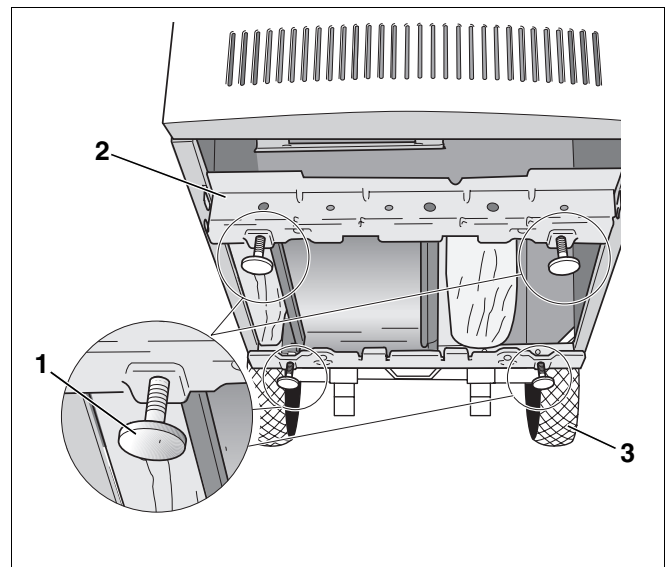

Abb. 6 Fußschrauben mit Hilfe des Kesselkulis montieren
Mit den Fußschrauben (Abb. 6, **Pos. 1**) können Sie eventuelle Unebenheiten des Fundaments beziehungsweise der Aufstellfläche ausgleichen, um den Heizkessel waagrecht aufzustellen.
- Heizkessel mit dem Kesselkuli (Abb. 6, **Pos. 3**) leicht nach hinten kippen (Abb. 6).
- Fußschrauben (Abb. 6, **Pos. 1**) 5 – 10 mm in die Gewindebohrungen der Winkelschienen (Abb. 6, **Pos. 2**) eindrehen.